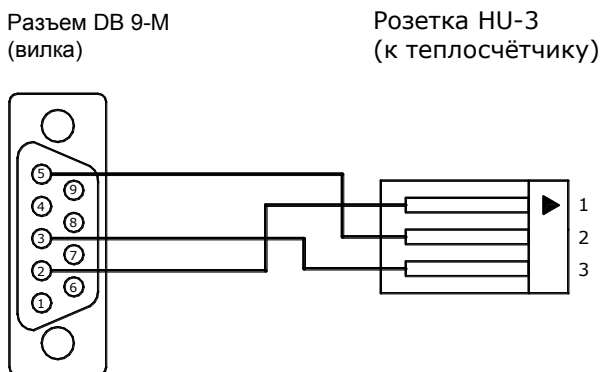

Рис. 7.4 Переходной кабель RS-232C (ТЭСМА-106 – АПД)
7.7.2 В случае, когда теплосчетчик поставляется с установленным переходным кабелем (см. карту заказа, ПРИЛОЖЕНИЕ А), для считывания данных по интерфейсу RS-232C в ПК необходимо подключить к переходному кабелю, изображенному на рис. 7.4, нуль-модемный кабель (см. рис. 7.5).
7.7.3 Для считывания данных по интерфейсу RS-232C в адаптер переноса данных необходимо подключить адаптер к переходному кабелю (см. рис. 7.4).